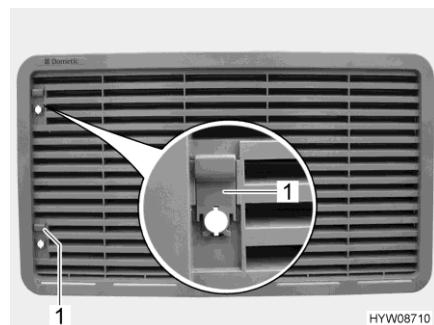

Fig. 144 Griglia di aerazione del frigorifero
- Spingere il cursore (Fig. 144,1) verso l'alto.